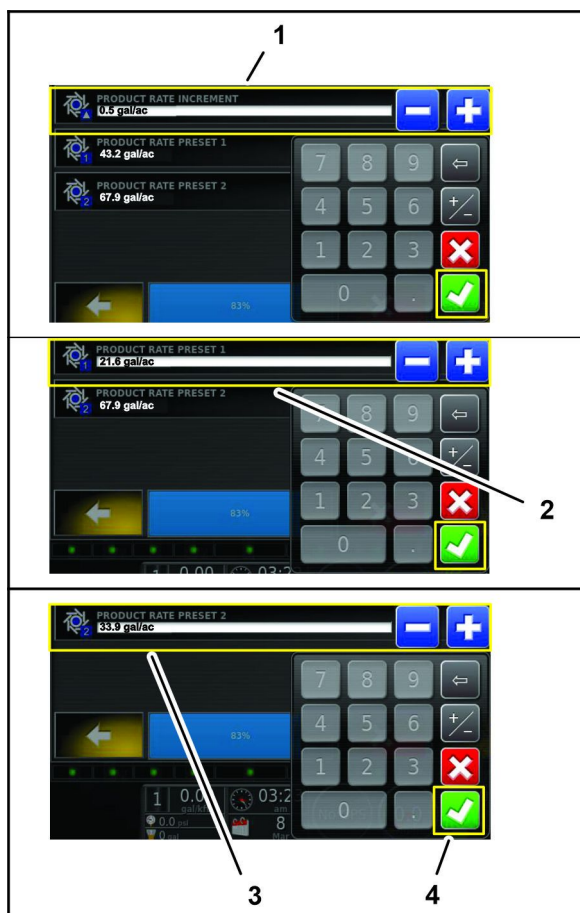

Figura 120
10. Utilizzate il tastierino sullo schermo per digitare un volume in base al quale aumentare o ridurre i volumi di applicazione preimpostati 1 e 2, quindi premete l'icona Conferma (Figura 120).